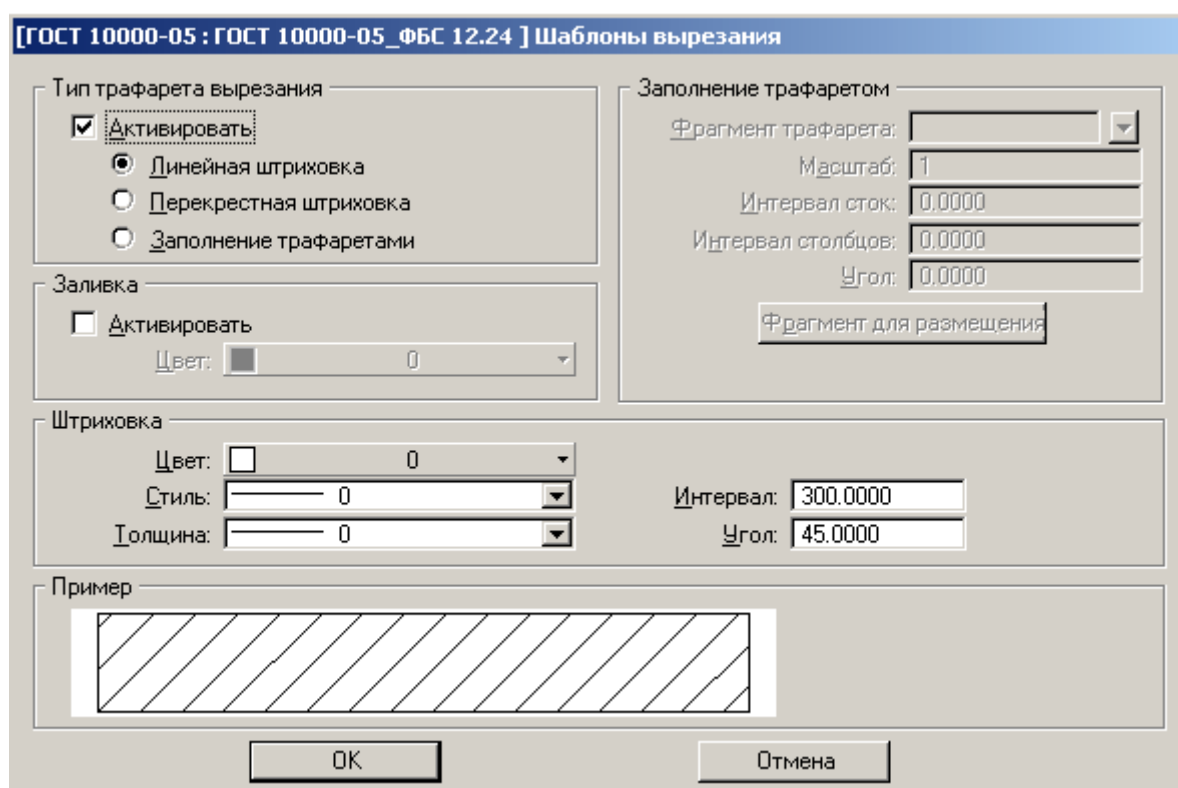

Рисунок 19
3. В следующей закладке **Шаблоны вырезания** (Рисунок 19) задается тип штриховки: линейная, перекрестная, трафарет (например, стекло или бетон) и позволяет **Заполнить** элемент (закрасить выбранным цветом). Здесь также задаются шаг, угол и другие графические атрибуты штриховки.